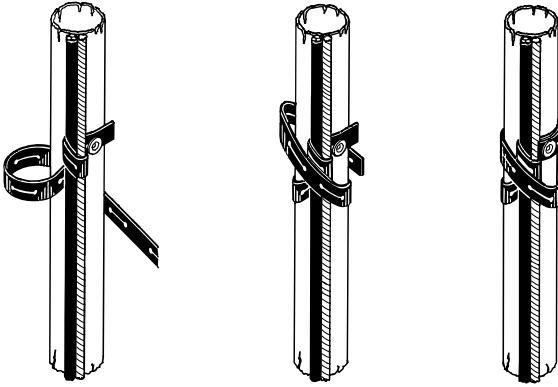

Рис. 23 Крепление кабеля
3. Расположите трос вдоль погружного кабеля, как показано на рис. 23.